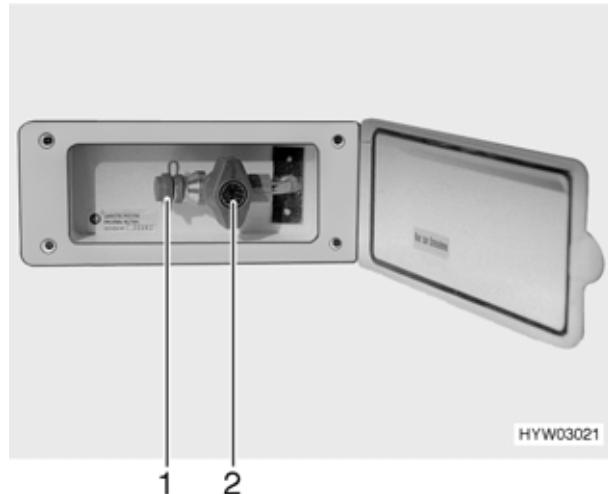

Fig. 104 Presa gas esterna, rubinetto chiuso
- Quando l'attacco esterno per il gas non viene utilizzato, chiudere sempre il rubinetto (Fig. 104,2).
- Accertarsi che dopo aver collegato l'impianto a gas e aver aperto il rubinetto non fuoriesca del gas dalla presa esterna (Fig. 104,1). Se l'attacco gas esterno perde, il gas si disperde nell'atmosfera. Chiudere immediatamente il rubinetto e la valvola principale della bombola del gas. Fare controllare la presa esterna del gas da un'officina autorizzata.
L'attacco gas esterno si trova (Fig. 104) sul lato anteriore destro vicino al vano portabombole.